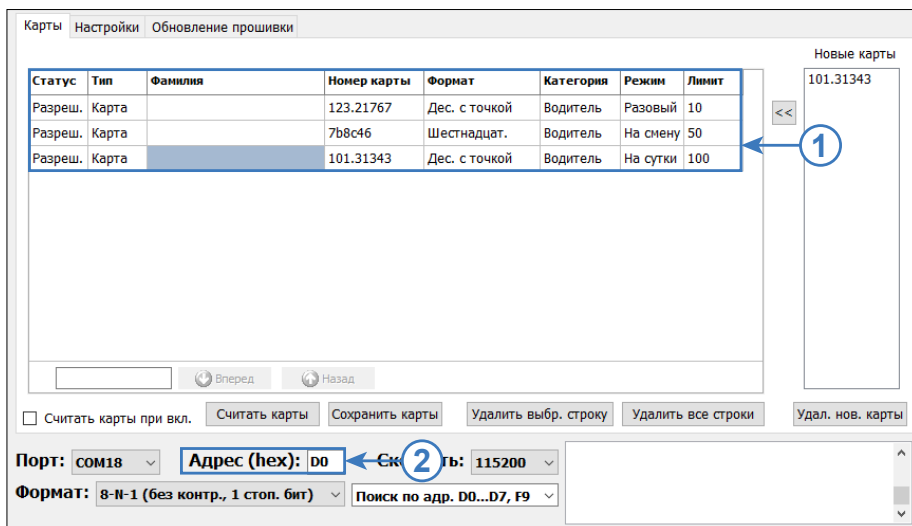

Рис.43. Формирование списка карт для передачи через сервер
- В конфигураторе сформировать нужный список карт (**Рис.43, п.1**);
- В поле «Адрес (hex)» в нижней части окна программы ввести сетевой адрес TKFC Plus, которому нужно передать файл (**Рис.43, п.2**). Стандартные адреса – D0-D7, адрес устройства, работающего в режиме устройства ПОРТ-3 – F9;
- В поле «Адрес (hex)» в нижней части окна программы ввести сетевой адрес TKFC Plus, которому нужно передать настройки (**Рис.43, п.2**). Стандартные адреса ТРК – D0-D7, адрес ТРК, работающего в режиме устройства ПОРТ-3 – F9;